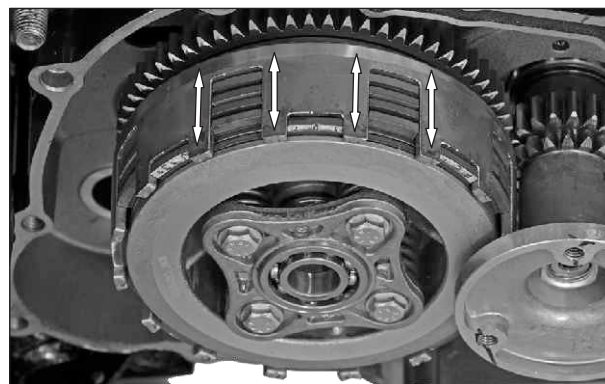

Fig. 3.23
- Asegúrese que el conjunto de clutch se ajuste correctamente y no haya juego entre los discos de clutch luego de realizar el apriete de los tornillos de la platina porta resortes. (Fig. 3.23)